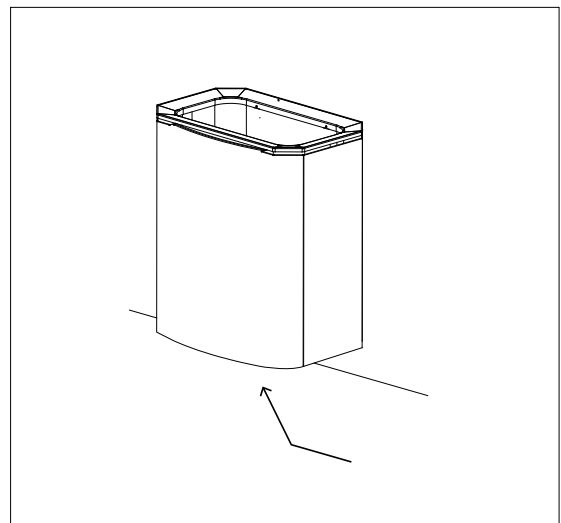

Bild 6.3-2. Huvudbrytarens plats
9. Kontrollera att bastuaggregatets huvudbrytare (I/O) är i läge O. Huvudbrytaren på bastuaggregatet är placerad på aggregatets framsida längst ner (bild 6.3-2)